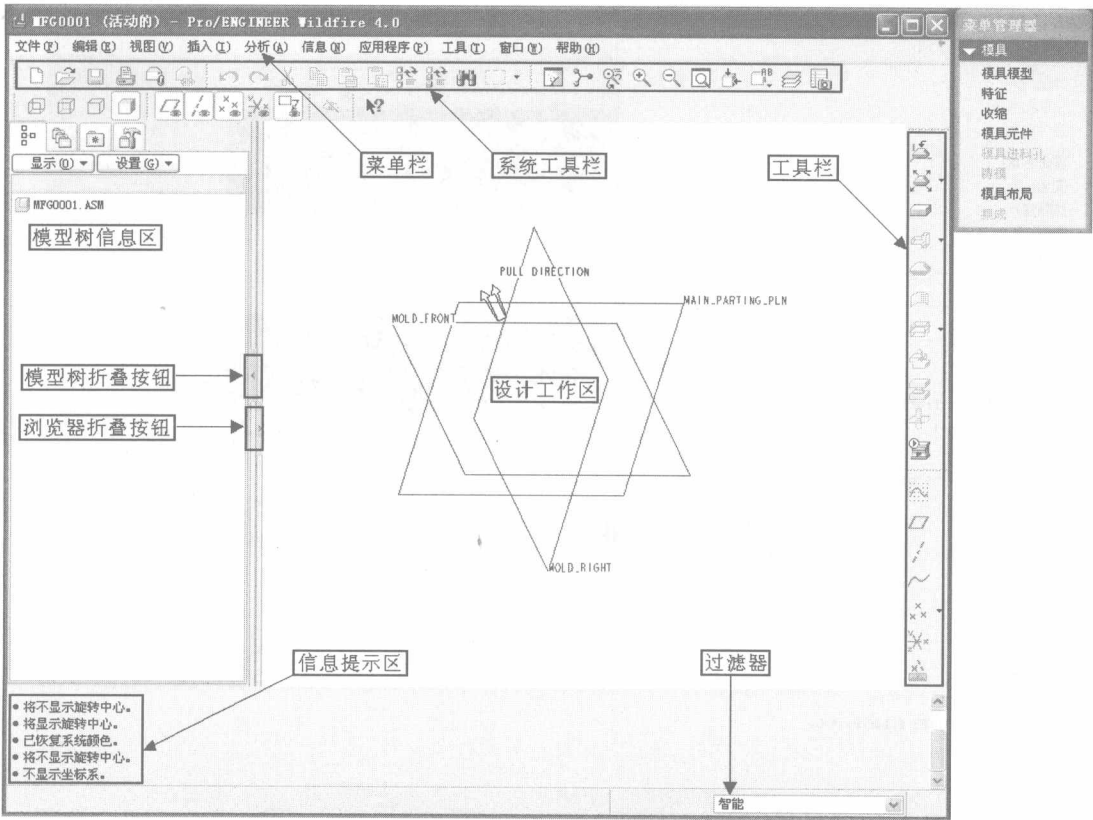

图1-2 Pro/ENGINEER Wildfire 4.0 模具设计模块视窗界面
1. 双击 Windows 视窗桌面上的图标，启动 Pro/ENGINEER Wildfire 4.0 软件，其模具设计模块视窗界面如图 1-2 所示。